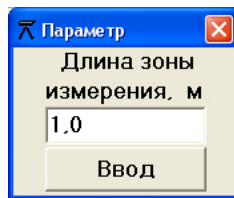

Рисунок 6.
2.1.2. Установить в основном окне значение длины зоны измерения, для чего выбрать пункт меню «Опции→Дистанция». В появившемся окне (рисунок 6) ввести значение длины зоны измерения. Минимальное значение равно 0,3 метрам, максимальное значение равно 10 метрам. Шаг изменения значения 0,1 метр.